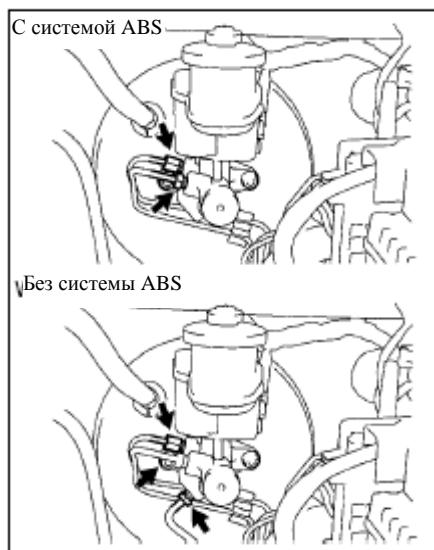

Рис. 256
(1) Отсоедините разъем датчика предупреждения о недостаточном уровне тормозной жидкости.
(2) Снимите хомут , отсоедините шланг гидропривода сцепления (ручная коробка передач).
(3) Отсоедините два тормозных шланга от главного тормозного цилиндра с помощью специального инструмента (для автомобилей с системой ABS). (рис. 256)
(4) Отсоедините три тормозных шланга от главного тормозного цилиндра с помощью специального инструмента (для автомобилей без системы ABS). (рис. 256)